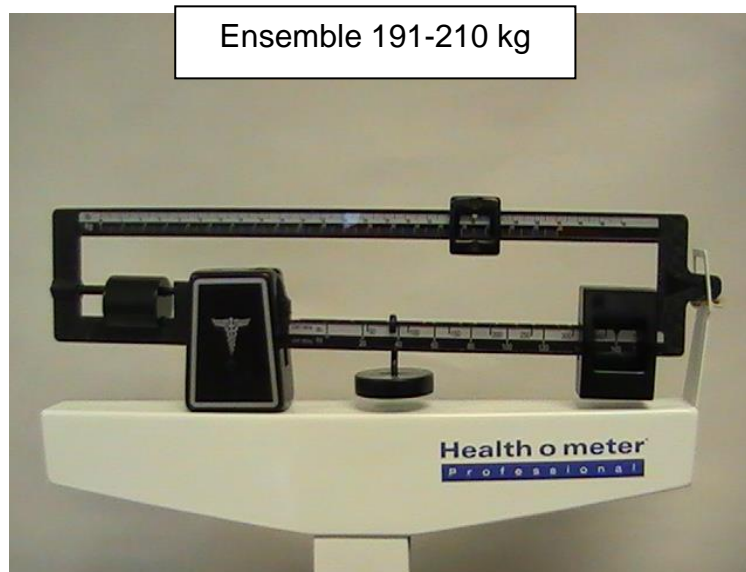

Figure 20
1. Lorsqu'un patient pèse entre 191-210 kg, placez le curseur inférieur à 160 kg. (voir la figure 20 à la page 20)